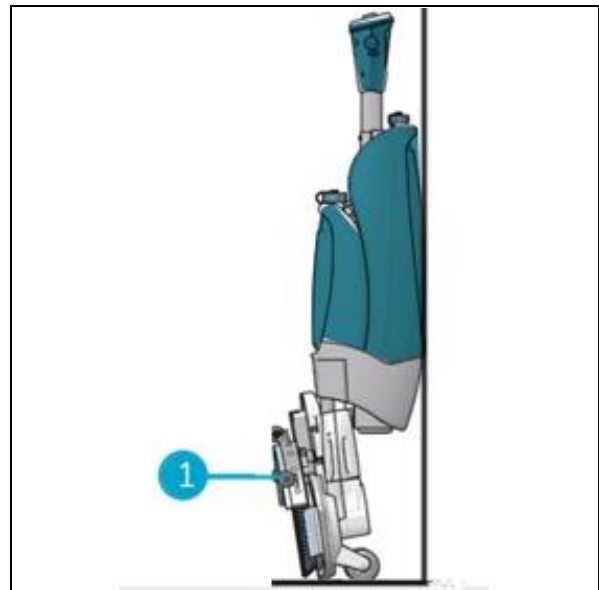

Figure 33
3. Rangez l'i-mop® XXL près d'un mur (Figure 33, pos. 1) avec le manche dirigé vers le mur et les brosses tournées à l'opposé du mur.